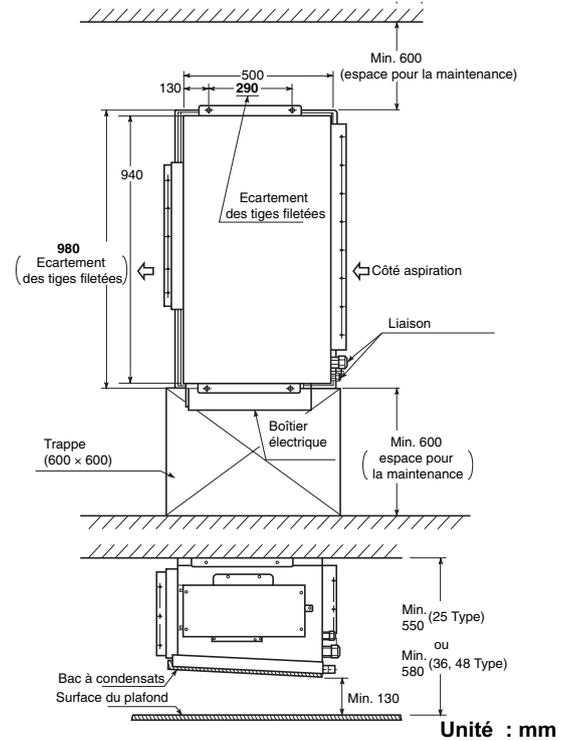

Fig. 3-97a
- L'espace minimal requis pour l'installation et la maintenance est indiqué à la figure 3-97a.